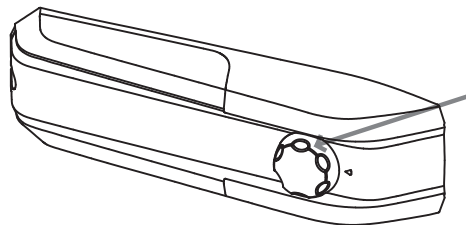

Fig. 1
- A unidade do termostato para controlo do aparelho está localizada no interior do compartimento do frigorífico (Fig. 1). Rode o botão do termostato para lá da posição "0".